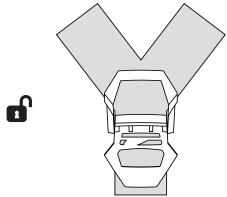

Abb. 3a
- Öffnen Sie den Gurtverteiler. (Abb. 3a)